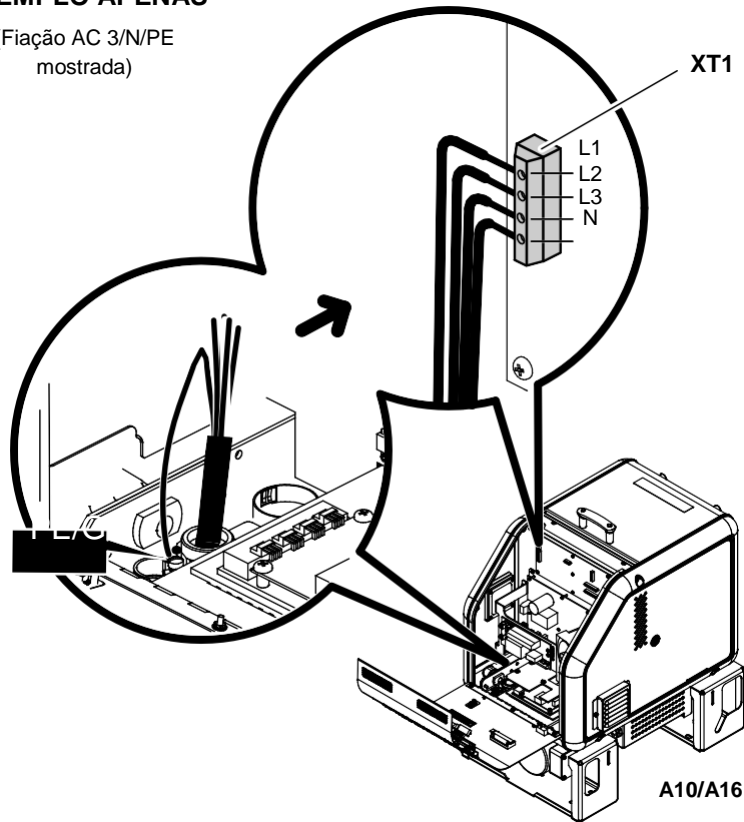

Figura 3-7 Conectando o cabo de alimentação e o fio terra nos coleiros A10/A16
Ver as Figuras 3-5 e 3-6 para os coleiros A4 ou a Figura 3-7 para os coleiros A10/A16.
**Coleiros A10/A16:** Conectar cada cabo de alimentação ao bloco terminal XT1, como mostrado na Figura 3-7. A Tabela 3-3 contém os terminais que são usados para cada tipo de serviço elétrico que são compatíveis com o coleiro.